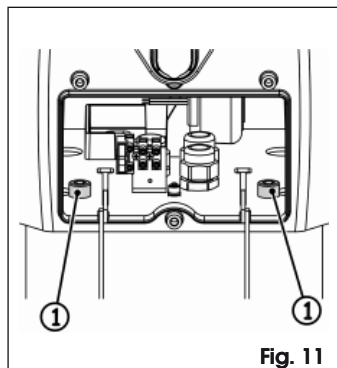

Fig. 11
- Abra otra vez el hueco central y atornille los dos tornillos, Fig. 11 ref. ①.